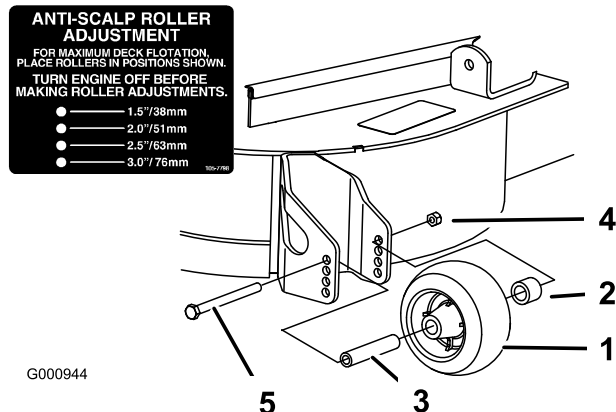

Figura 14
1. Dopo avere regolato l'altezza di taglio, regolate i rulli togliendo il dado flangiato, la boccola, il distanziale ed il bullone (Figura 14).
3. Montate il dado flangiato, la boccola, il distanziale ed il bullone. Serrate a 54-61 Nm.(Figura 14)